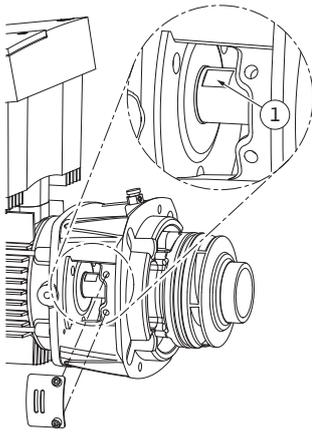

Fig. 47: Поверхности под ключ на валу
14. Отвернуть два неснимаемых винта (рис. 47, поз. 1) и снять щиток (рис. 47, поз. 2).
15. В окно промежуточного корпуса ввести гаечный ключ (оптимальный размер: 22) и зафиксировать им вал на соответствующих поверхностях (рис. 47, поз. 3). Открутить гайку рабочего колеса (рис. 6, поз. 15). Рабочее колесо (рис. 6, поз. 16) автоматически снимается с вала.
24. При монтаже рабочего колеса в окно промежуточного корпуса ввести гаечный ключ (оптимальный размер: 22) и зафиксировать им вал на соответствующих поверхностях (рис. 47, поз. 3).
30. Убрать гаечный ключ и установить щиток (рис. 47, поз. 2) на прежнее место.